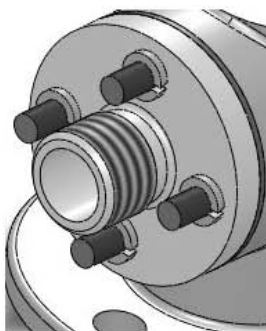

Рис. 6.23. Вставка оставшихся шайб
10. Сразу же аналогично установите оставшиеся три шайбы (рис. 6.23).